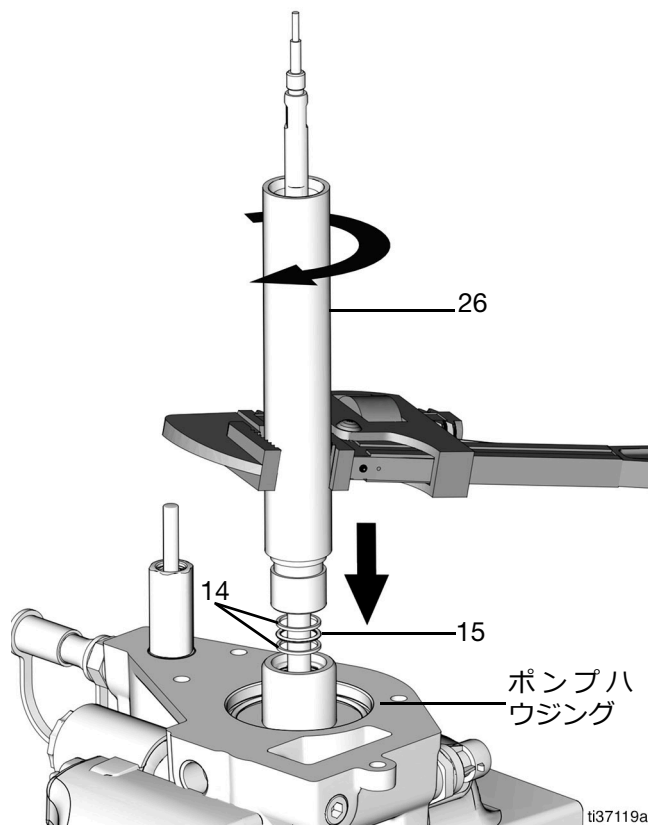

図 55
8. 2つのバックアップリング (14) と Oリング (15) を新しいバックアップリングと Oリングと交換し、軽くグリースを塗ります (図 55)。
9. エクステンションチューブ (26) をポンプロッドに配置し、ポンプハウジングを締め付けます (32 ft-lb/43.4 N•m のトルク) (図 55)。中強度のネジ固定剤を塗ります。